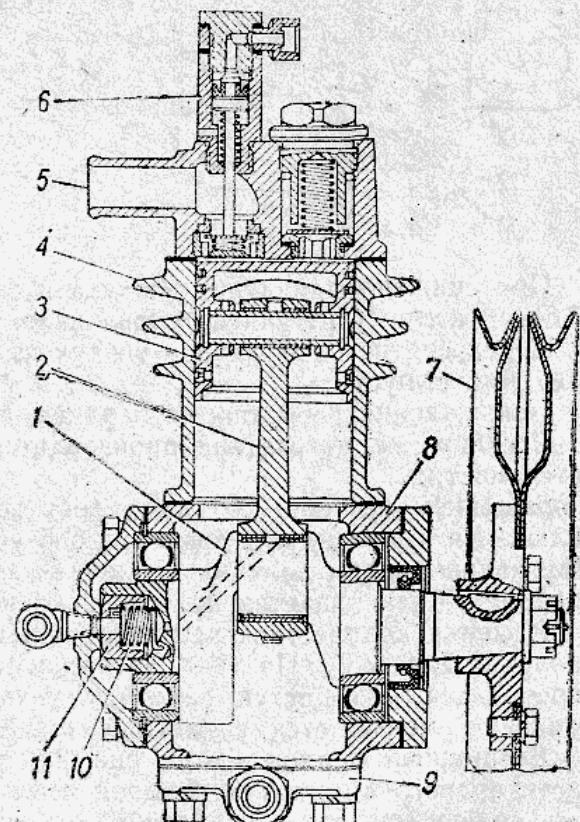

Рис. 36. Компрессор:
**Компрессор** поршневого типа, одноцилиндровый, с воздушным охлаждением (рис. 36).